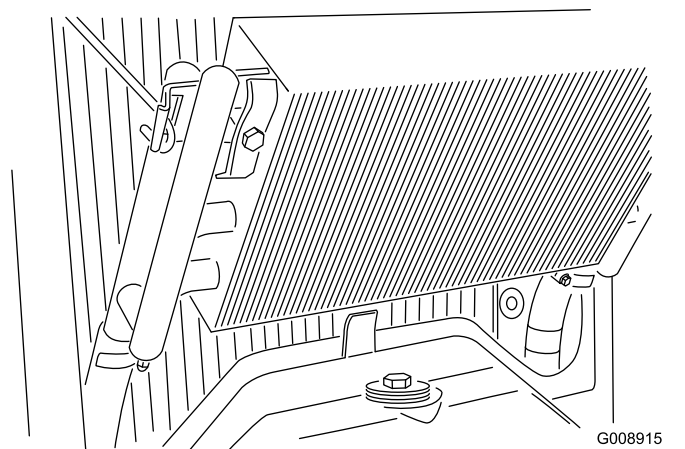

Рисунок 59
3. Откройте защелку маслоохладителя и поверните его назад (Рисунок 59). Тщательно очистите обе стороны маслоохладителя и радиатора водой или сжатым воздухом. Верните маслоохладитель в исходное положение.